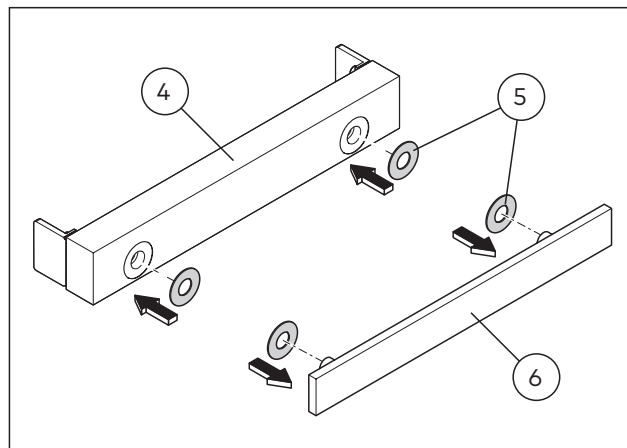

Abb. 10 Die Zwischenlagen als Glasschutz anbringen
1. Die Zwischenlagen als Glasschutz an der Anschraubplatte und an der Gegenplatte anbringen (Abb. 10).